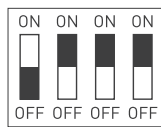

Рис. 1.
- 3.8. При необходимости плавного включения переведите DIP-переключатель номер 1 в положение **ON**, как изображено на рис. 1.
- 3.9. При необходимости снижения максимальной яркости переведите DIP-переключатели номер 2, 3 и 4, показанные на рис. 1, в требуемые положения в соответствии с таблицей.